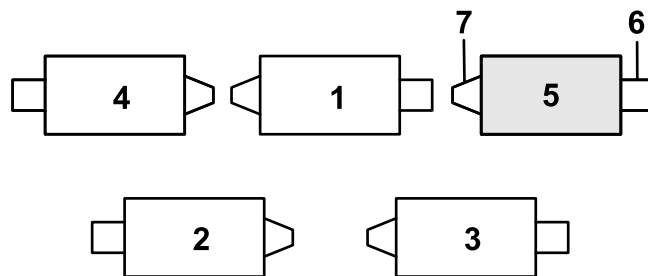

Figura 12
- 1. Si la chaveta está instalada en el orificio trasero de la varilla de compensación del muelle, retire la chaveta e introdúzcala en el orificio situado junto al soporte (Figura 12).